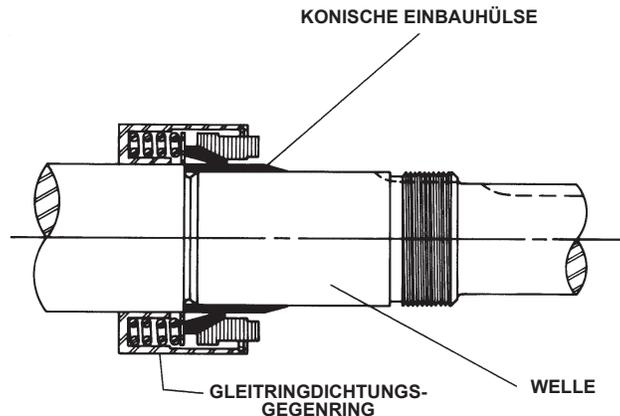

ABBILDUNG 11
Für die Pumpen Q, QS und M ist eine konische Hülse separat (zusätzliche Kosten) von Viking Pump erhältlich, damit die Dichtung auf der Welle eingebaut werden kann. Die LS-Pumpenwelle ist konisch und es ist keine Einbauhülse erhältlich. Die konische Einbauhülse auf der Welle anbringen, **siehe Abbildung 11**.
4. Eine Bezugsmarkierung am Halterungsende gegenüberliegend einer Kerbe auf dem äußeren Enddeckel anzeichnen. Den äußeren Enddeckel die erforderliche Anzahl Kerben zurückdrehen, wie in der Gesamtaxialspiel-Tabelle angegeben. **Siehe Abbildung 11**. Jede einzelne Kerbe entspricht einem Axialspiel von 0,002 Zoll.